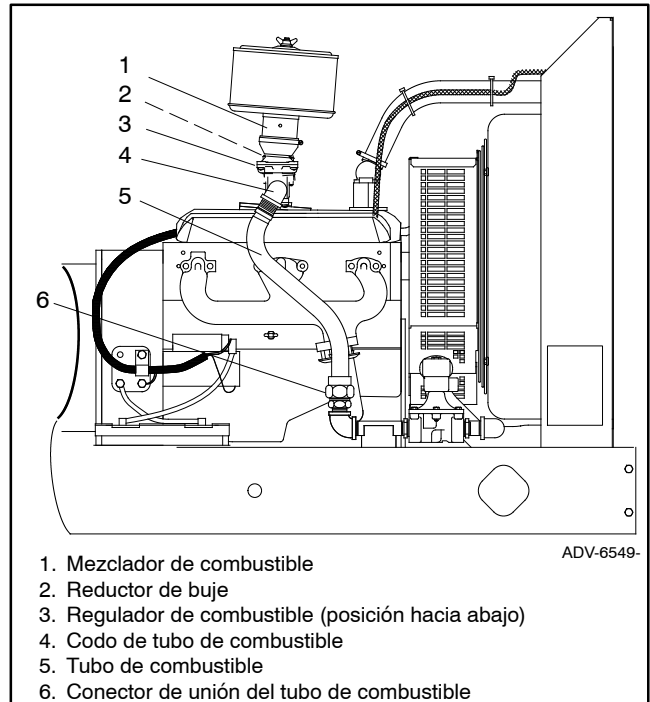

Figura 9-32 Configuración del sistema de combustible (típico)
La Figura 9-32 muestra la configuración de gas natural para modelos de 50/60 kW; los modelos de 30-45 kW y 80-125 kW son similares.
- a. Remover los componentes del motor como se muestra en la Figura 9-32.